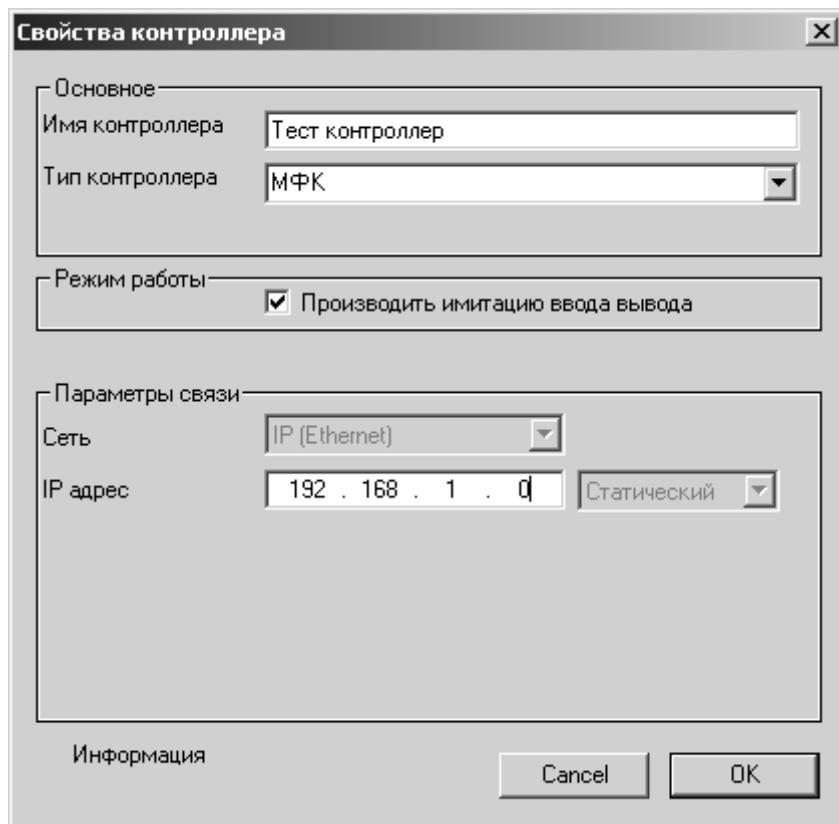

Рисунок 3.1 - Добавление контроллера (пример)
- в) в окне добавления контроллера задайте значения (см. Рисунок 3.1) и нажмите «OK»;